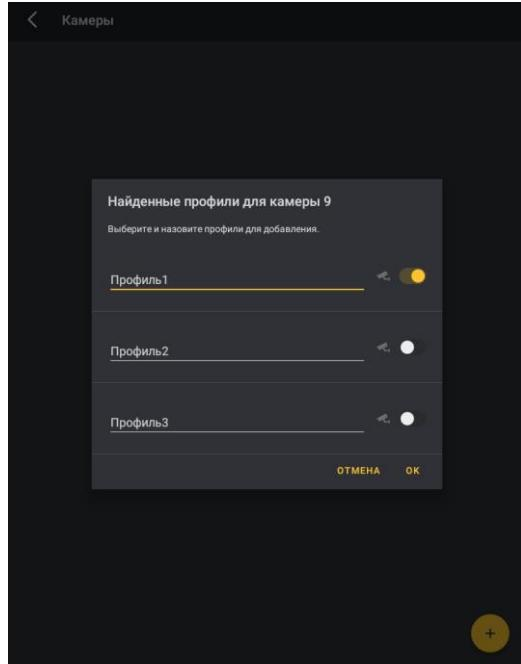

Рис. 12. Выбор потока камеры.
- Выберите хотя бы один видеопоток (рис. 12). Различные потоки обеспечивают разное качество изображения. Коснитесь названия канала, чтобы изменить название камеры, отображающееся на экране «Список камер». Коснитесь , чтобы просмотреть изображение с камеры. Подтвердите выбор, касаясь «OK».